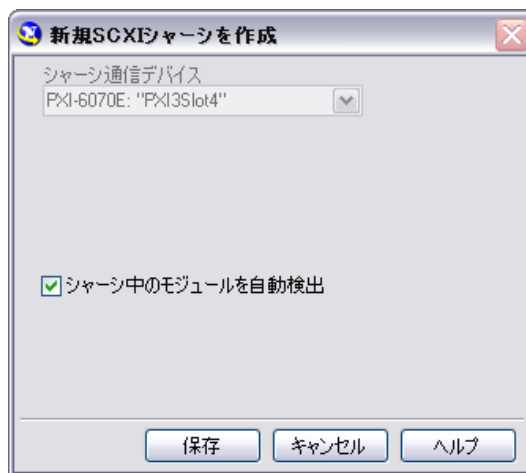

図 2-7 SCXI シャーシでのモジュール自動検出
1. 図 2-7 に示した SCXI モジュールを自動検出するかどうかを選択します。モジュールを自動検出しない場合は、通信する SCXI モジュールスロットが無効になります。